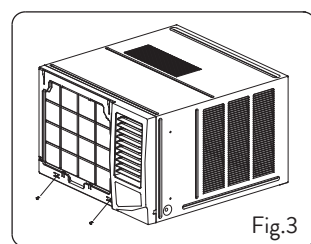

Fig.3
1. Quite los dos tornillos en la parte inferior del marco (vea la Fig. 3).